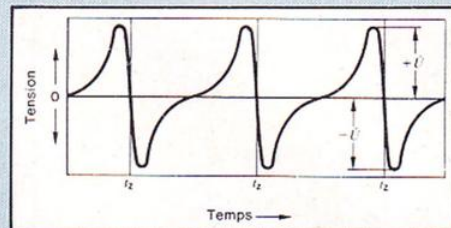

Fig. 2 : Courbe caractéristique en fonction du temps de la tension alternative produite par le générateur d'impulsions d'allumage.  $t_2$  = point d'allumage.
**L**e principe du fonctionnement du générateur d'impulsion est représenté sur le schéma. Les aimants permanents et les enroulements d'induction sont disposés autour du noyau, sur la périphérie de la partie fixe stator, en nombre égal à celui du nombre de pistons. Le noyau synchroniseur ou rotor est monté sur l'arbre de l'allumeur et passe devant chaque pôle du stator. La rotation du rotor provoque une variation périodique de l'entrefer entre le stator et le rotor denté. Il s'ensuit une variation de flux magnétique qui induit dans l'enroulement d'induction une tension alternative dont la caractéristique en fonction du temps est représentée par la figure 2. La tension de crête dépendant de la vitesse de rotation est de 0,5 V à bas régime et peut monter à 100 V à vitesse élevée. La tension alternative du générateur d'impulsion à induction diffère totalement de la sinusoïdale habituelle du secteur alternatif. La tension du générateur est produite de la manière suivante : lorsque les dents du rotor et du stator se rapprochent les unes des autres, le flux magnétique se renforce et la tension de l'extrémité s'élève d'abord lentement à partir de 0, puis de plus en plus vite immédiatement avant la position frontale des dents, elle atteint sa valeur positive maximale par rapport à la masse. Dès que les dents s'éloignent à nouveau les unes des autres,